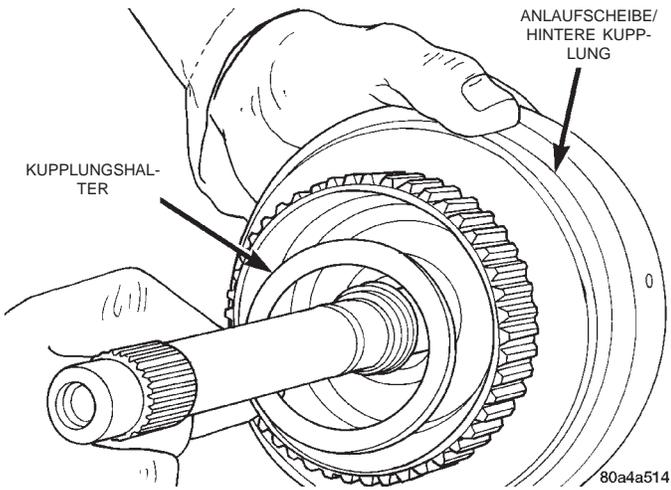

Abb. 144 Einbau der Anlaufschibe/hintere Kupplung
(16) Anlaufscheibe der hinteren Kupplung mit Rohvaseline bestreichen und über die Antriebswelle im Kupplungshalter einbauen (Abb. 144). Ausrei-